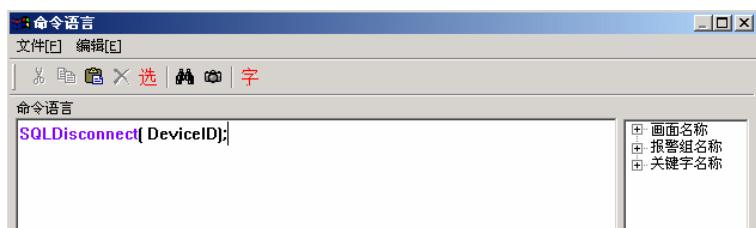

图 9-10 断开数据库连接命令语言
2、在按钮的弹起事件中输入如下命令语言，如图 9-10 所示：